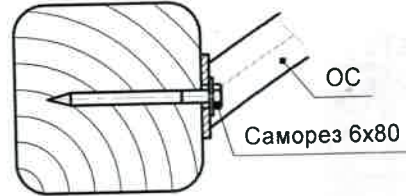
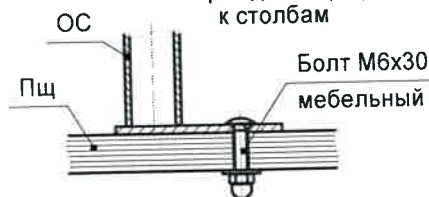

Рисунок 9 - Крепление опор сиденья (ОС)
Рисунок 10 - Крепление опоры сиденья
5.1.5 Установить опоры сиденья (поз.6), прикрепив их к столбам (рисунок 9) – саморез 6x80 – 2 шт.х2, и к площадке (поз.2) – болт М6х30 (меб.) – 1 шт.х2 (рисунок 10).